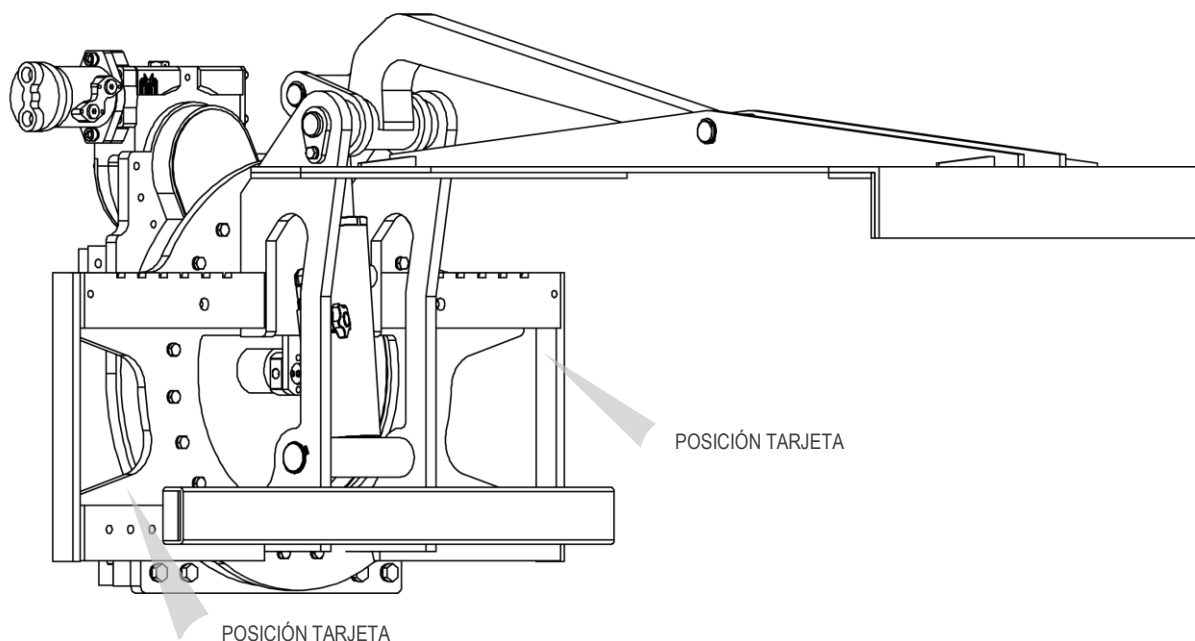

Figura 1
Todos los implementos A.T.I.B. – “VOLCADOR DE CARGA A 360° TIPO 213” son identificados de una tarjeta adhesiva (mira *Tabla 1*) puesta sobre el implemento (mira *Figura 1*, en el que se muestran las dos posiciones más habituales de la tarjeta de identificación). Siempre referirse a la matrícula.
5. Para la manipulación, utilice correas o cadenas del tamaño adecuado para el peso del implemento indicado en la tarjeta (mira *Figura 1* y *Tabla 1* a pag.6).
12. Conecte el circuito hidráulico; asegurándose de que la presión de trabajo de las tuberías sea superior o igual a la indicada en la tarjeta identificadora (mira *Figura 1* y la *Tabla 1* a pag.6).
6. Para la manipulación, utilice correas o cadenas del tamaño adecuado para el peso del implemento indicado en la tarjeta (mira Figura 1 y Tabla 1 a pag.6).